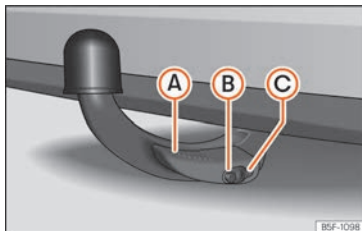

Fig. 298 Bola desmontable fijada correctamente
- La palanca **A** >>> **fig. 298** está totalmente levantada.
- El perno de desbloqueo **B** >>> **fig. 298** sobresale completamente (su parte roja y verde es visible).
- La tapa **C** >>> **fig. 298** está colocada sobre la cerradura.